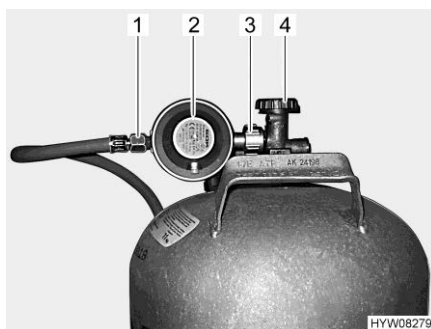

Fig. 106 Raccordo bombola del gas
- Chiudere la valvola principale di arresto (Fig. 106,4) della bombola del gas. Osservare la direzione della freccia.
- Tenere fermo il regolatore di pressione del gas (Fig. 106,2) e aprire il dado zigrinato (Fig. 106,3) (generalmente filettatura sinistra).
- Rimuovere il regolatore di pressione del gas con il tubo del gas (Fig. 106,1).
- Collocare il regolatore di pressione del gas (Fig. 106,2) con il tubo del gas (Fig. 106,1) sulla bombola del gas e serrare il dado zigrinato (Fig. 106,3) (generalmente filettatura sinistra). **Non** tirare con molta forza.